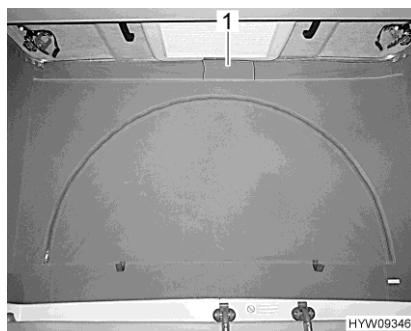

Fig. 37 Aération (fermée)
- Détacher la bande velcro du pan d'étoffe (Fig. 37,1) sous le toit relevable. Un grillage de protection contre les insectes est installé derrière le pan d'étoffe.